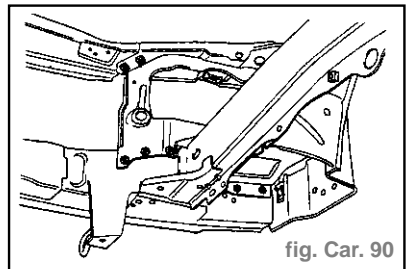

fig. Car. 90
#### Soudure (fig. Car. 90)
**Nota** : En (A), un point en trois épaisseurs.
**Soudure** (fig. Car. 90)**Remplacement traverse supérieure latérale AV**